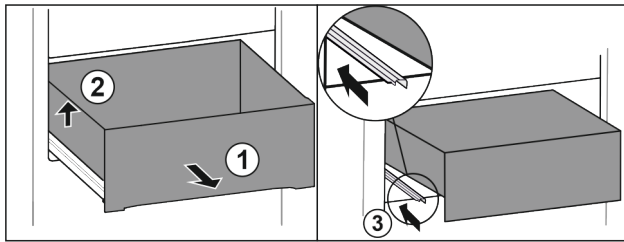

Fig. 13\*
- ▶ Вытяните выдвижной ящик полностью Fig. 13 (1).\*
- ▶ Приподнимите выдвижной ящик слева Fig. 13 (2).\*
- ▶ Вставьте левую направляющую Fig. 13 (3).\*